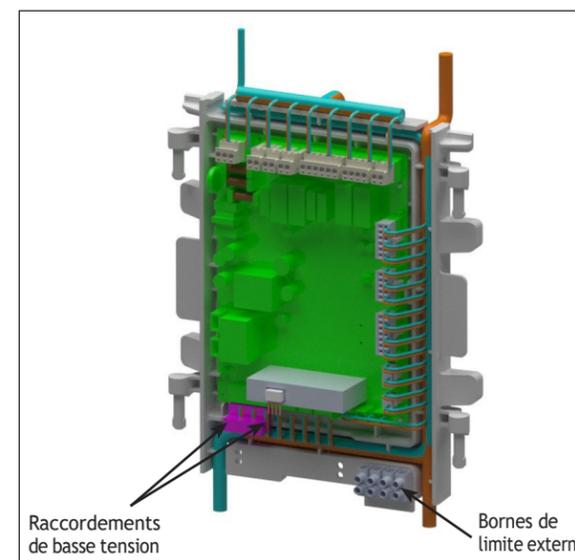

Fig. 25 - Raccordements de basse tension
1. Raccordez les fils de l'aquastat ou du capteur de température d'ECS aux bornes de basse tension X4-1 et 2 situées au bas du module de commande CTRLMax, comme l'illustre la Fig. 25 en page 41.
3. Raccordez les fils de limite externe aux bornes de basse tension de limite de réinitialisation manuelle ou de limite de réinitialisation automatique situées dans le coin inférieur droit du boîtier du module de commande CTRLMax, comme l'illustre la Fig. 25 en page 41.
1. Raccordez les fils du capteur de température du système aux bornes de basse tension X5-3 et 4 situées au bas du module de commande CTRLMax, comme l'illustre la Fig. 25 en page 41.